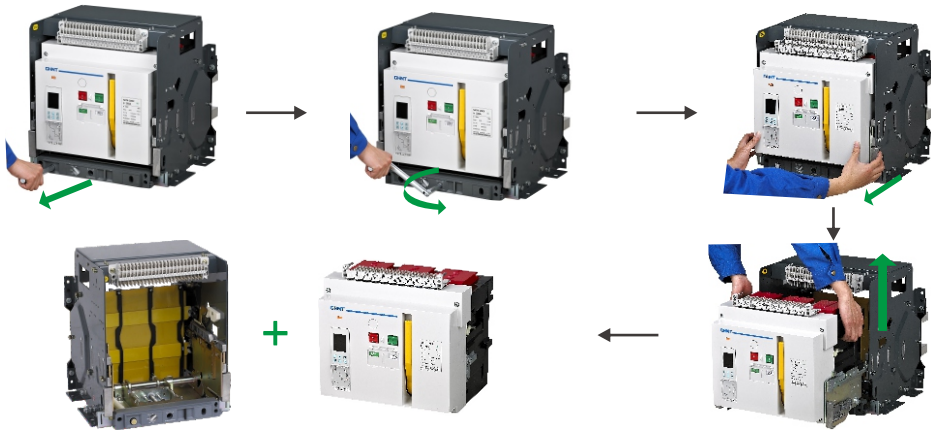

图22 取出断路器本体操作
7.2.1 将断路器本体从抽屉座中取出(图22)：抽出手柄；并将手柄六角头完全插入抽屉座手柄孔内，逆时针转动手柄，将断路器本体从“连接”位置移动至“分离”位置；将手柄拔出后，按图示拉出断路器本体(NA1H—1000型先按下按钮)，本体向外拉出，注意拉出断路器本体时，由于重心前移，要注意防止断路器倾倒及跌落；将断路器本体从抽屉内取出，然后将抽出导轨推回原处。